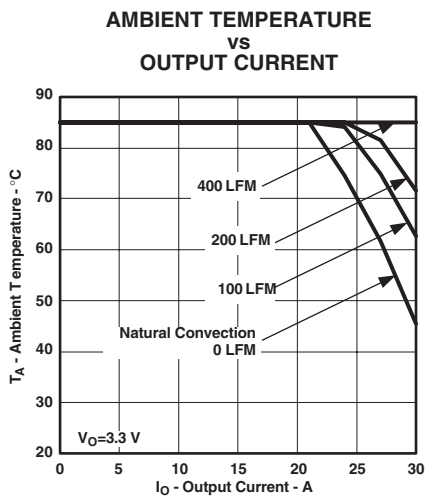
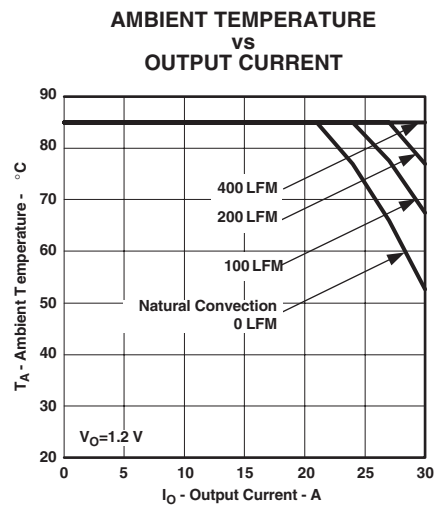

図 4
図 5
- (2) 温度デレーティング曲線は、内部部品の動作温度が弊社指定の最高動作温度以下になる条件を示します。このデレーティング制限は、2オンスの銅を使用した、100mm×100mmの両面基板に直接半田付けされたモジュールに対して適用されています。以上は図4, 図5に適用されます。